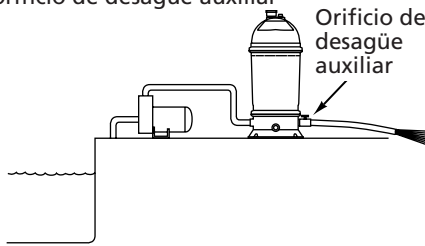

Figura 19
2. Conecte la manguera de jardín o de desagüe al Orificio de Desagüe Auxiliar (ver figura 19). Coloque la manguera de modo de que el agua salga de la piscina hasta la zona de eliminación de aguas residuales.